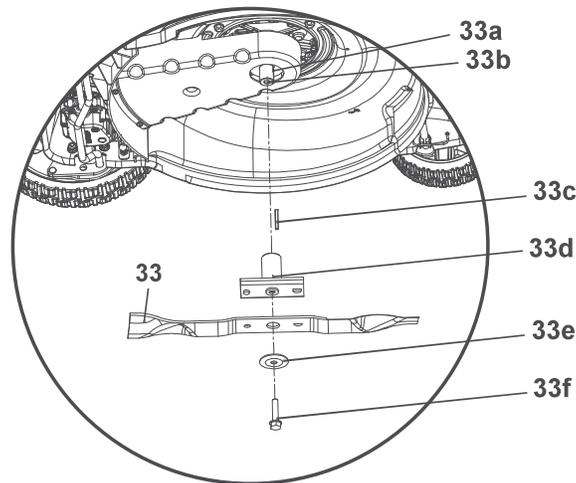

Fig. 28
1. Mantenha o fundo e o dispositivo de corte (33) limpos e sem detritos. Remova a relva cortada da conduta de descarga traseira (32).
2. Verifique periodicamente todos os parafusos e porcas quanto a aperto antes do funcionamento. Após utilização prolongada, especialmente em condições de solo arenoso, o dispositivo de corte (33) fica gasto e perde parcialmente a forma original. A eficácia do corte fica reduzida e o dispositivo de corte deve ser substituído.
3. Mantenha o dispositivo de corte (33) afiado para garantir um bom desempenho de corte. Substitua o dispositivo de corte gasto ou danificado por um novo do mesmo tipo, ou mande um especialista qualificado afiá-lo.
4. Se não for possível levantar o produto com o macaco, incline-o para o lado direito, de forma a que o lado da tampa do depósito de combustível (10) fique voltado para cima. Isto ajuda a evitar fugas de combustível e arranques mais difíceis devido a afogamento do carburador (16).
5. Desaperte o parafuso sextavado (33f) no sentido contrário ao dos ponteiros do relógio utilizando uma chave adequada (tamanho 17 mm) e retire-o juntamente com a anilha (33e), o dispositivo de corte (33), o suporte da lâmina (33d) e o pino (33c) do eixo (33b) (Fig. 28).
6. Substitua o dispositivo de corte (33) por um novo do mesmo tipo. Deslize o pino (33c) para a ranhura no eixo (33b) e, em seguida, volte a colocar o suporte da lâmina (33d), certifique-se de que o suporte da lâmina (33d) passa através do espigão (33a) e do pino (33c) até à extremidade do eixo (33b). Verifique o estado da flange no suporte da lâmina (33d) e, em seguida, fixe o dispositivo de corte (33) corretamente e fixe-o com a anilha (33e) e o parafuso sextavado (33f). Aperte o parafuso sextavado no sentido dos ponteiros do relógio com 45-60 Nm para garantir o funcionamento seguro do produto (Fig. 28).